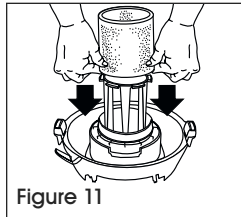

Figure 11
1. Placez le couvercle du réservoir à l'envers et enfitez le manchon en mousse sur la cage de couvercle en poussant le manchon vers le bas jusqu'à ce qu'il recouvre complètement la cage de couvercle. (Voir Figure 11)